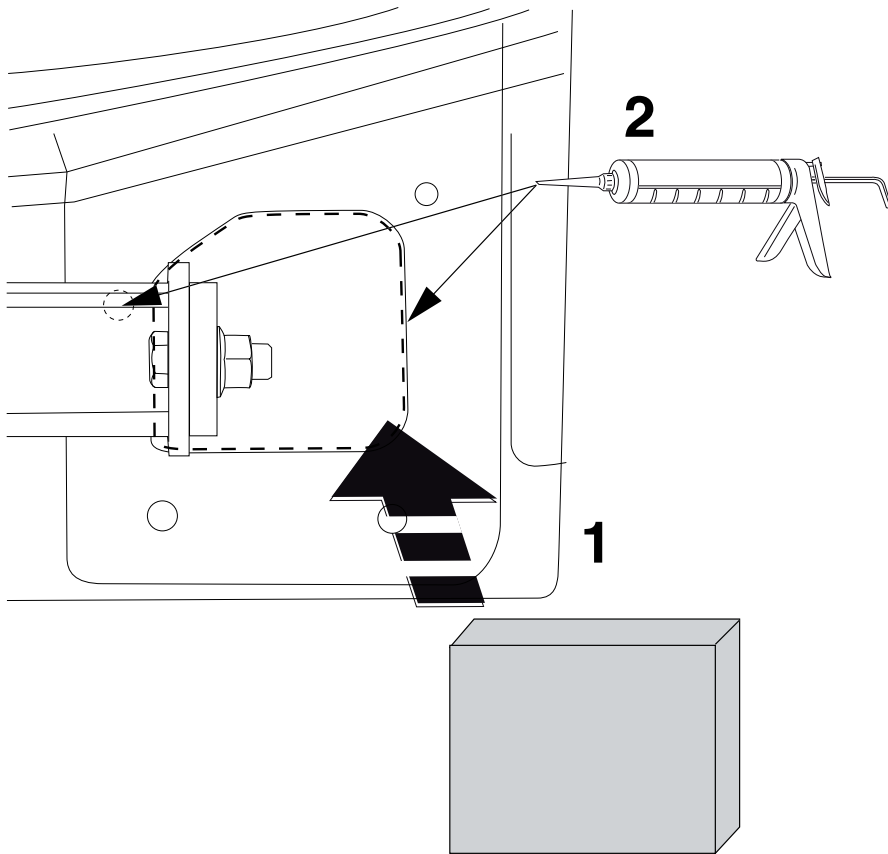

Fig. 3
8. В качестве уплотнения, вставить два полиэтиленовых элемента в балки шасси. Герметизировать обозначенные части (см. рис. 3)